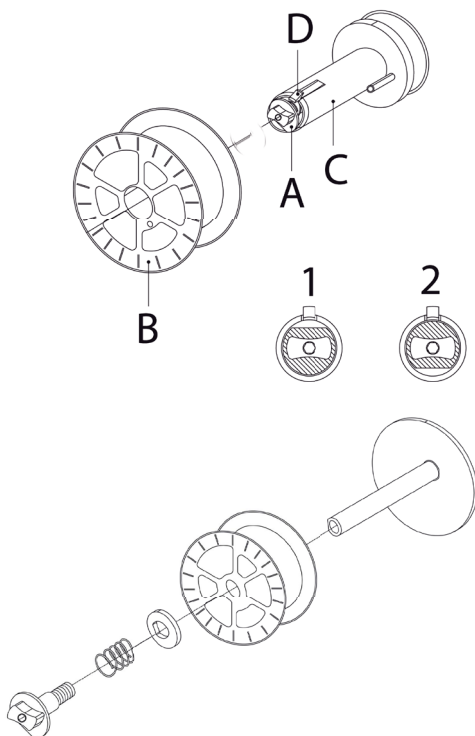

Abbildung 4
- Seitliche Abdeckung des Spulenfachs öffnen. Die Mutter (A) der Haspel bis in Position 1 (Bremstrommel) abdrehen. Beim Auswechseln die leere Zündspule herausnehmen, dazu den Sperrstift herunterdrücken (D). (Abb.4)
- Hülle um die Spule entfernen und auf die Haspel setzen. Schließlich die Mutter (A) wieder anbringen und um 180° drehen (Position 2).